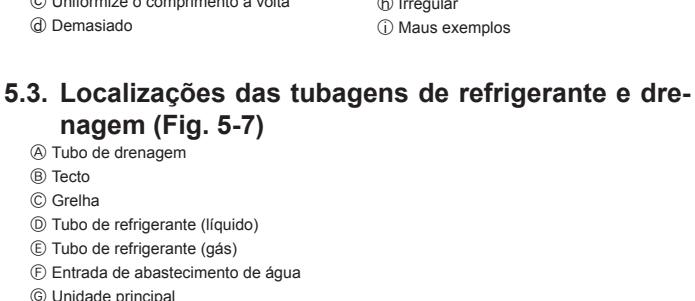

Fig. 5-7
5.3. Localizações das tubagens de refrigerante e drenagem (Fig. 5-7)